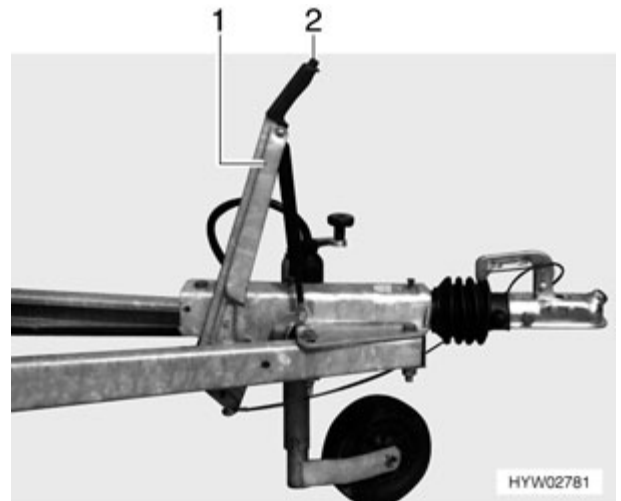

Fig. 16 Freno de mano
- Al estacionar la caravana, acoplar el freno de mano (Fig. 16,1). Encaja automáticamente.
- Para soltarlo, pulsar el botón de seguridad (Fig. 16,2) y bajar la palanca de freno.